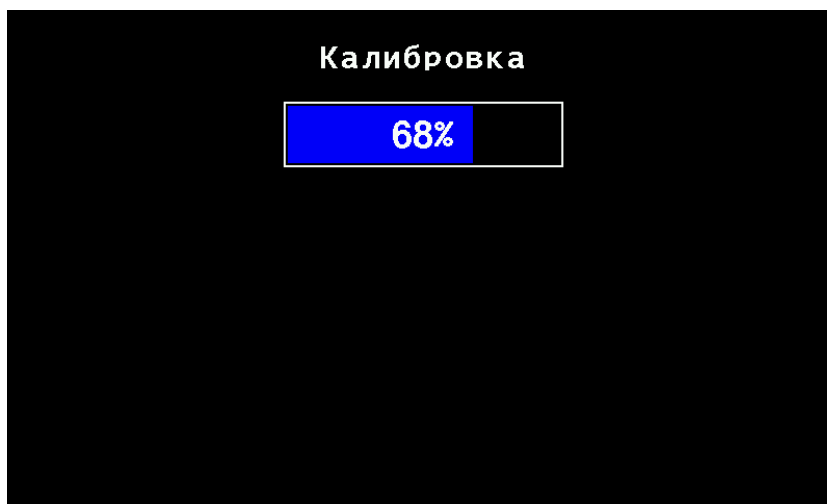

Рисунок 25 Калибровка дозатора
4.8.5.5.  **Калибровка дозатора** - позволяет откалибровать параметры «Колесо, импульсов» и «Дозатор, импульсов» для выбранного дозатора (одного или всех сразу). Для выполнения процедуры калибровки выберите пункт меню «Калибровка дозатора». С помощью кнопок  «Плюс» и  «Минус» установите номер дозатора, который нужно откалибровать (или установите значение «ВСЕ», чтобы выполнить калибровку сразу всех дозаторов). Нажмите кнопку  «Меню». Появится экран калибровки дозатора (рис. «Рисунок 25»). Нужно выполнять вращение колеса, приводящего в движение дозатор до тех пор, пока процесс калибровки не дойдет до 100%. Когда это произойдет, появится сообщение «Прекрати вращение!». Теперь можно прекратить вращение и дождаться сообщения «Выполнено». На этом процесс калибровки завершен. Если процесс калибровки нужно отменить, то нажмите кнопку  «Назад» или  «Домой».